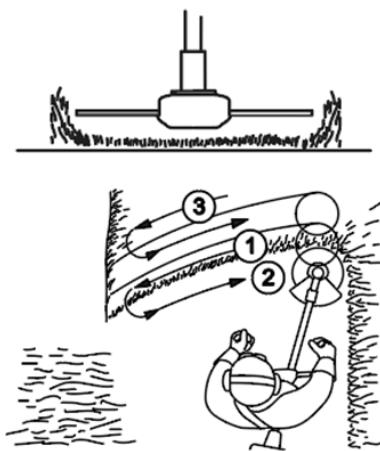

Рисунок 12. Схема скошування трави на ділянках вільних від перешкод.
3. Під час скошування плавно рухати виробом з боку в бік (рис. 12), намагаючись водночас утримувати різальну частину виробу на однаковій висоті над землею. Не намагатися скошувати високу траву за один раз. Це може призвести до намотування трави та перевантаження двигуна. Скошування високої трави рекомендовано починати поступово, починаючи з верхівки.